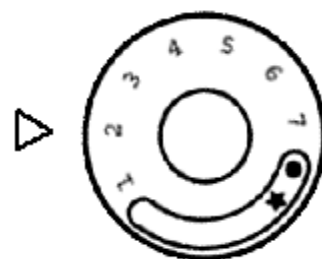

Рисунок 6
2.3.6 Для запалювання основного пальника ручка, обертанням проти годинникової стрілки, переводиться в положення від «1» до «7» залежно від необхідної температури нагрівання води в контурі опалення (рисунок 6). Максимальна температура нагрівання води в контурі опалення - плюс 90 °С - відповідає положенню «7» на ручці управління. Задана температура підтримується автоматично - при досягненні заданої температури газовий клапан перекриває подачу газу на основний пальник і відновляє подачу газу при зниженні температури.